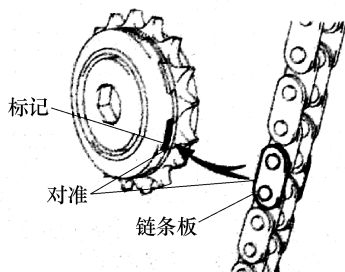

图 1-145 逆时针转动凸轮轴正时齿轮
② 不要将链条穿过曲轴，只需暂时将其放在曲轴上。
③ 逆时针转动凸轮轴正时齿轮总成，以拉紧气缸组间的链条，见图 1-145。